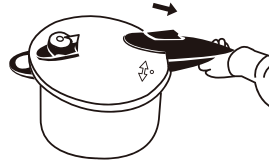

fig. 6
3. Deslice la placa de presión hacia atrás en la dirección de la marca del asa de la tapa para asegurarse de que esté completamente cerrada (fig. 6).